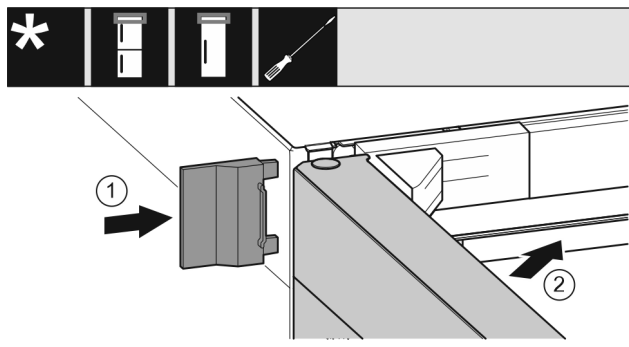

Fig. 25
- ▶ Ωθήστε το εξωτερικό κάλυμμα Fig. 25 (1).
- ▶ Κλείστε την επάνω πόρτα Fig. 25 (2).